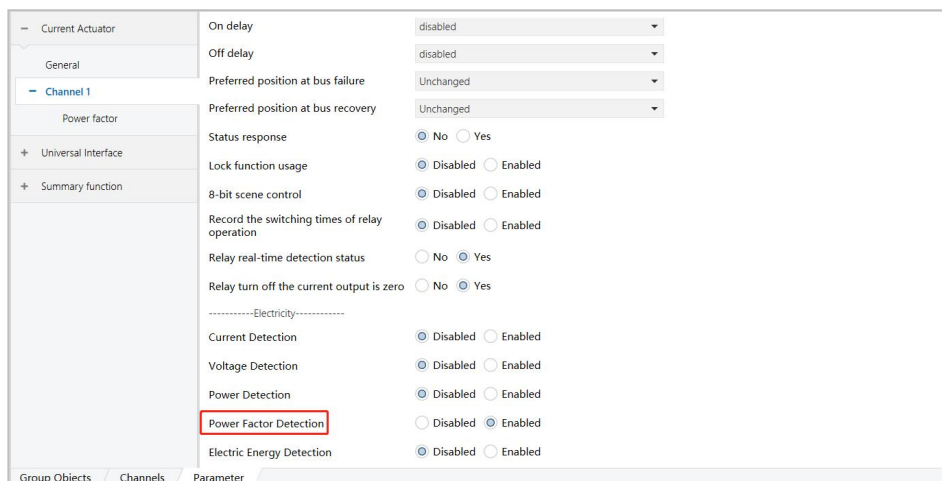

图 6.2.7
1) 参数“Power Factor Detection”表示功率因数检测，选择“Enabled”时启用该功能，出现红色方框内选项，如图 6.2.7 所示；